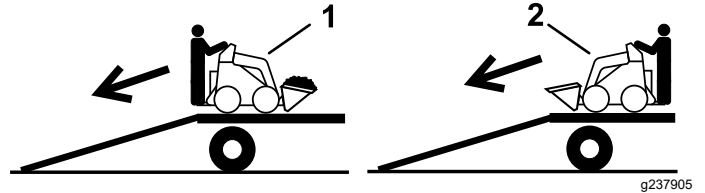

Figura 9
2. Descargue la máquina del remolque por la rampa con el extremo más pesado hacia arriba, y la carga en la posición más baja posible (Figura 9).